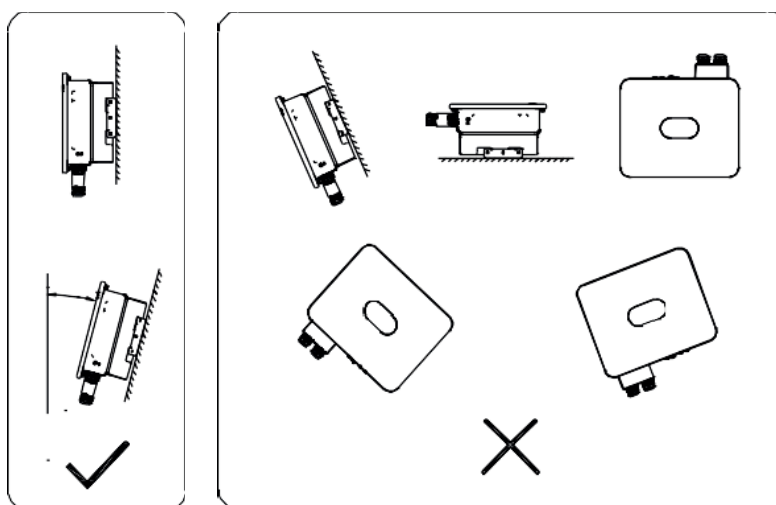

Рис. 4.6. Место установки ИБП
4. Монтажная поверхность должна быть вертикальной (см. рис. 4.6). Установите ИБП вертикально или с наклоном назад на $\leq 15^\circ$, чтобы обеспечить рассеивание тепла. Наклон вперед, горизонтальное или перевернутое положение, наклон назад $>15^\circ$ и боковой наклон не допускаются.